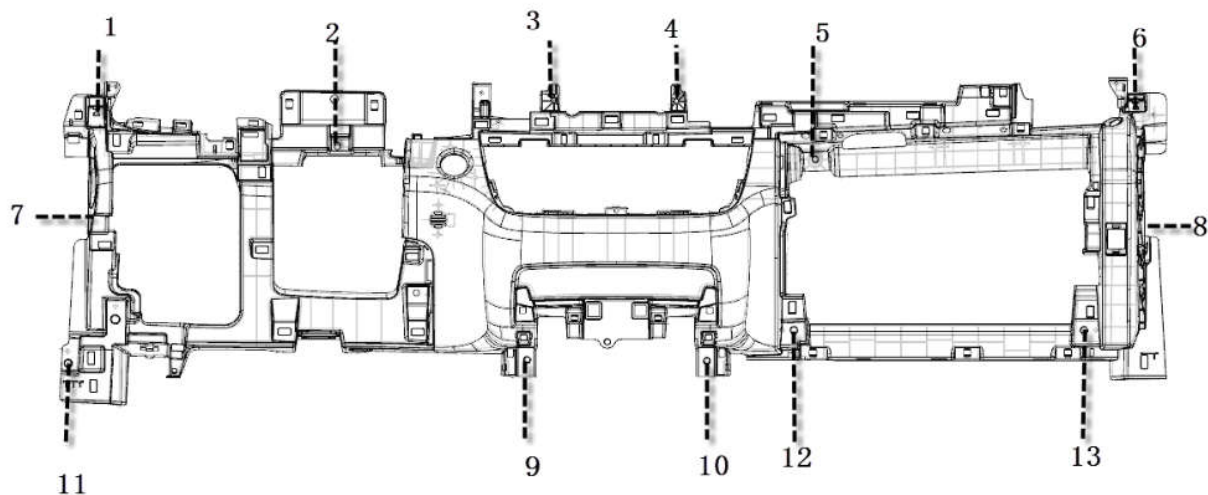

图 1-32 仪表板下本体安装结构示意图
(1) 拆卸仪表板下本体前需确认仪表板上本体, 副仪表板总成已拆除;
(2) 用套筒或者十字螺丝刀拆卸八个 Q2214816F3A (十字槽盘头自攻螺钉和大垫圈组合件) 图 1-32 中 A 型紧固件;
(3) 用套筒拆除 Q1400616T1F3A (六角头螺栓和大垫圈组合件) 图 1-32 中 B 型紧固件;
(4) 用套筒拆除仪表配电箱与仪表板连接螺栓
(5) 断开脚步照明灯, 杂物箱照明灯及控制开关接插件, 无钥匙启动按钮接插件, 断开 PM2.5 进气管与下本体的连接, 拆下前舱开启手柄, 取走仪表板下本体。